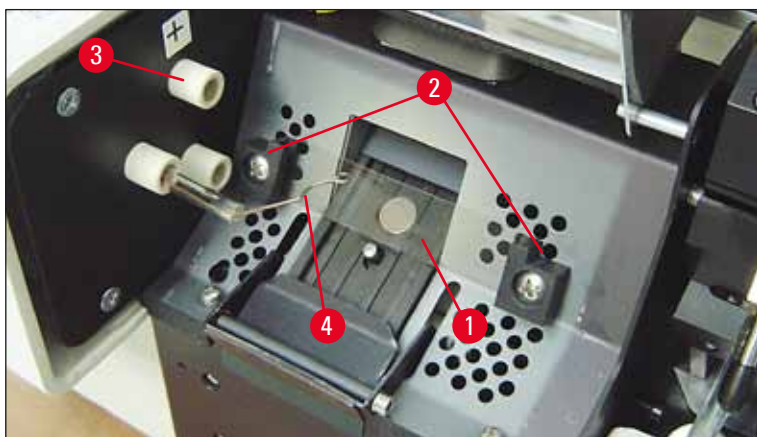

Abb. 20
5. Darauf achten, dass sich die Kontaktfeder (→ "Abb. 19-2") vom Zünddraht (→ "Abb. 20-4") der Lampe löst (siehe auch (→ "Abb. 20") und (→ "Abb. 21-1")).